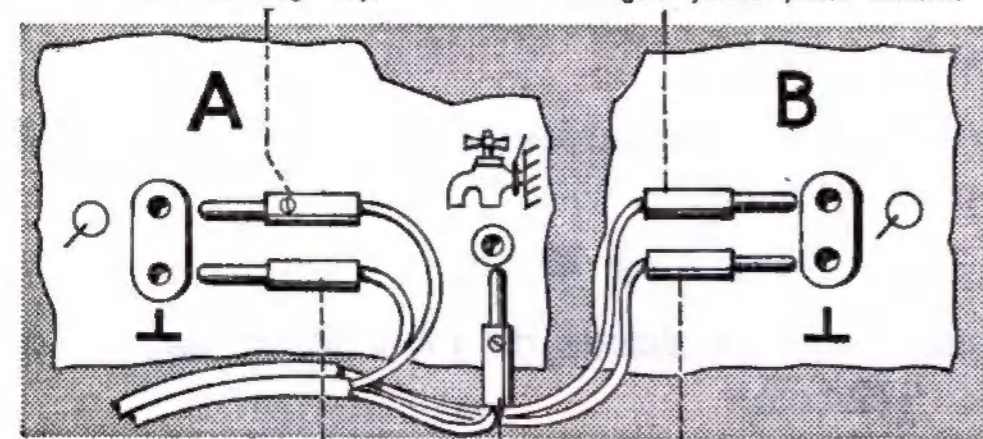

Fig. 5
b) Stereo-Wiedergabe nach Fig. 5.